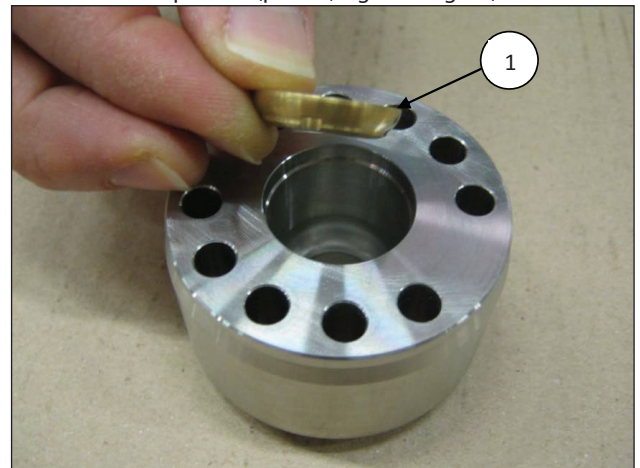
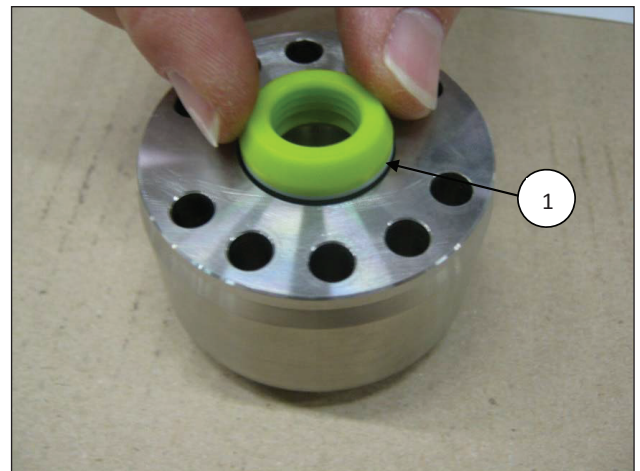
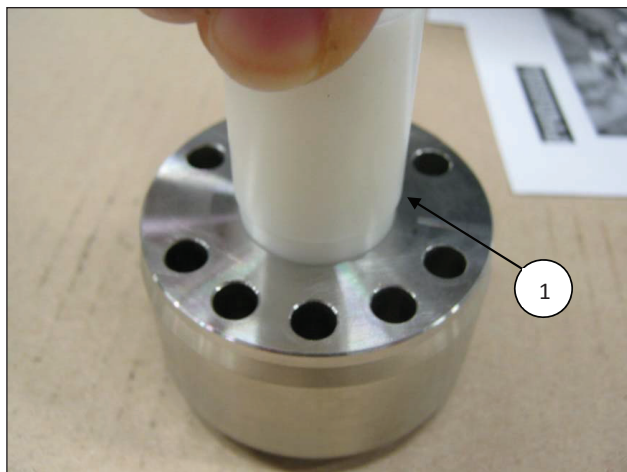

Fig. 56
Fig. 57
Fig. 58
- Introduza no suporte das juntas de vedação de H.P. O anel da cabeça (pos. ①, Fig. 56) e depois o pacote de H.P. (alta pressão), dada a pequena interferência entre a vedação e o suporte das juntas de vedação de H.P., para evitar eventuais danos, aconselha-se o uso de um tampão em material plástico (pos. ①, Fig. 57 e Fig. 58).
A vedação do H.P. deve ser introduzida na camisa com o anel circular com energização da vedação na direção de trabalho do pistão, conforme indicado nas Fig. 57 e Fig. 59.